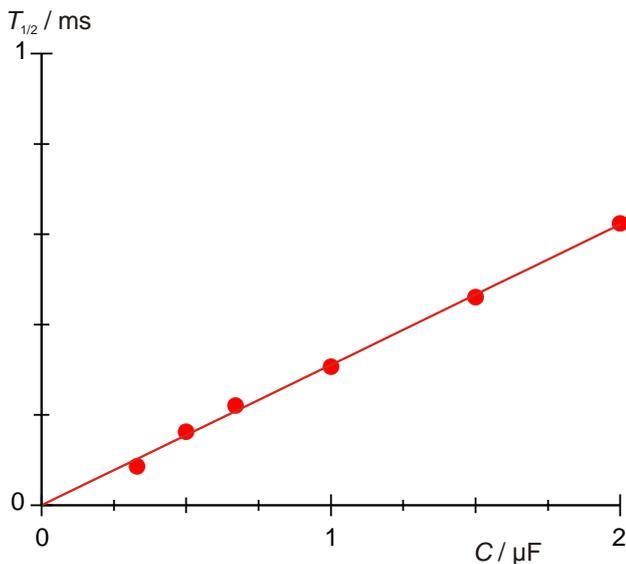

Fig. 6: Tempo di dimezzamento $T_{1/2}$ in funzione della capacità C .
- Registrare in un diagramma i tempi di dimezzamento $T_{1/2}$ risultanti dalla Tab. 4 rispetto alle capacità C e adattare la retta di origine (Fig. 6).
- Per verificare l'equazione (3) determinare dall'incremento lineare m_C la resistenza ohmica R .